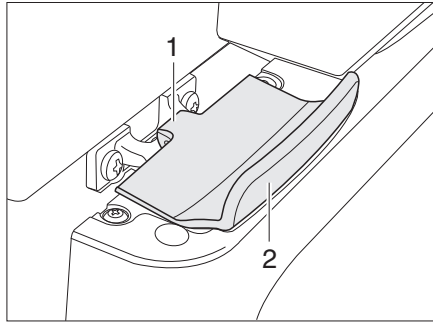

Bild 142 Verriegelung der Kühlschranktür, geschlossen (Thetford)
- Kühlschranktür am Griff (Bild 142,2) öffnen. Die Verriegelung (Bild 142,1) wird automatisch gelöst.